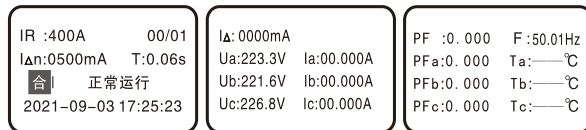

图2
10.1.1 断路器正常运行过程中，为合闸状态，如图2、3、4、5、6、7显示，此界面主要显示开关运行状态、额定电流、剩余电流档位、系统时间、实时电压实时电流、实时漏电、功率、电能、功率因数、温度（可选）、频率等信息。
11.1.1 断路器正常运行过程中, 为合闸运行, 如图2、3、4显示。